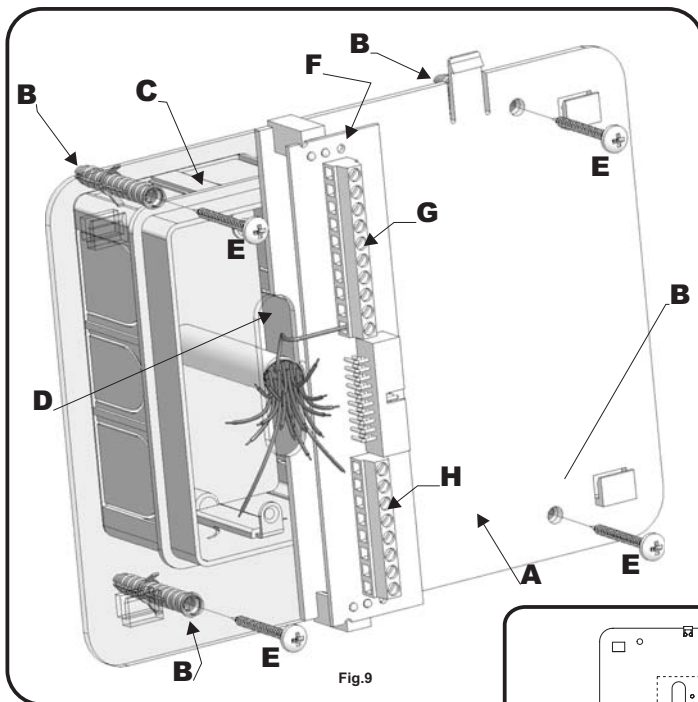
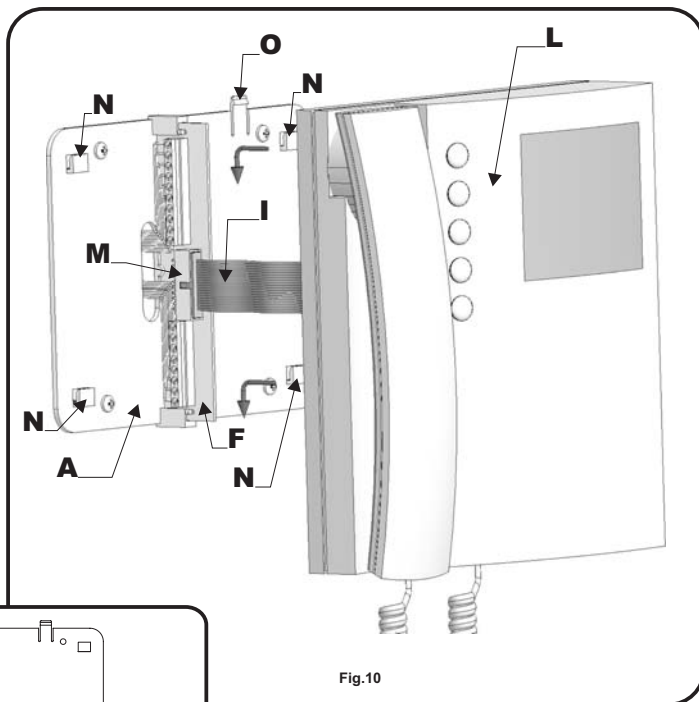

Fig.9
Fig.10
- Appoggiare al muro la piastra di fissaggio **A** come indicato in **fig.8** (135cm da terra); prendere i riferimenti dei quattro fori per l'inserimento dei 4 tasselli ad espansione **B** (**fig.9**) e, nel caso si impieghi, prendere il riferimento per la scatola da incasso **C** (**fig.9**), che dovrà essere murata in posizione centrale rispetto all'apertura **D**, al fine di agevolare il passaggio dei fili come mostrato in **fig.9**.
- Murare (se impiegata) la scatola da incasso⁽¹⁾ **C**, eseguire i 4 fori ed inserire i tasselli ad espansione **B**. Passare i cavi nell'apertura **D** e fissare la piastra **A** con le 4 viti **E** (**fig.9**), utilizzando un cacciavite a croce.
- Appoggiare la scheda di connessione **F** sulla piastra **A** come mostrato in **fig.9**; inserire⁽²⁾ i fili (che devono essere più corti possibile) nelle morsettiere **G** ed **H** e serrare con un cacciavite a taglio.
- Fissati i fili, sfilare la scheda di connessione **F** (**fig.9**), ruotarla di 90° in senso antiorario ed infilarla nella propria sede come mostrato in **fig.10**.
- Avvicinare, come da **fig.10**, il videocitofono **L** alla piastra **A** per agevolare la connessione del flat **I**.
- Come mostrato in **fig.10** inserire il connettore del flat **I**, che fuoriesce dalla parte posteriore del videocitofono, nel connettore **M** della scheda di connessione **F**.
- Facendo corrispondere le 4 fessure presenti sulla base del videocitofono **L** con i 4 incastri **N** della piastra **A**, appoggiare il video sulla piastra e spingerlo verso il basso fino allo scatto, compiendo un movimento come mostrato dalle frecce in **fig.10**.
- Place the mounting plate **A** against the wall as shown in **fig.8** (135cm from floor level); and mark the fixing holes for the four wall plugs **B** (**fig.9**) and for the back box **C** if used (**fig.9**) which must be flushed into the wall in line with the opening **D** as shown in **fig.9**.
- Once the back box⁽¹⁾ **C** is flushed into the wall (if used), drill the four fixing holes and insert the wall plugs **B**. Thread the cables through the opening **D** and fix the mounting plate **A** to the wall with the 4 screws **E** (**fig.9**), using a Phillips screwdriver.
- Fit the PCB **F** against the mounting plate **A** as shown in **fig.9**; insert the wires⁽²⁾ (As short as possible) into terminals **G-H**. Secure them using a terminal screwdriver.
- Unclip the PCB **F** (**fig.9**), rotate it 90° anticlockwise and fit it into its housing as shown in **fig.10**.
the wall plugs **B**. Thread the cables through the opening **D** and fix the mounting plate **A** to the wall with the 4 screws **E** (**fig.9**), using a Phillips screwdriver.
• Fit the PCB **F** against the mounting plate **A** as shown in **fig.9**; insert the wires⁽²⁾ (As short as possible) into terminals **G-H**. Secure them using a terminal screwdriver.
• Unclip the PCB **F** (**fig.9**), rotate it 90° anticlockwise and fit it into its housing as shown in **fig.10**.
- As shown in **fig.10**, move the videophone **L** close to the mounting plate **A** so that the ribbon cable will reach the connector **I**.
- As shown in **fig.10**, connect the female plug on the ribbon cable **I** coming from the videophone to the male plug connector **M** on the PCB **F**.
- Place the videophone **L** against the 4 hooks **N** on the mounting plate **A** and push down: the videophone will automatically lock into place using clasp **O** as shown in **fig.10**.